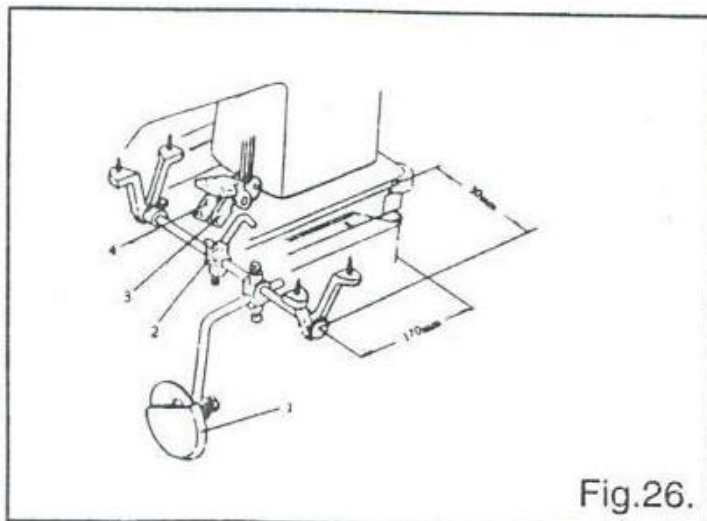

Fig.26.
**22. Установка коленоподъемника (Рис. 26) (20123/230/33/43/143, 457A/B/O)**